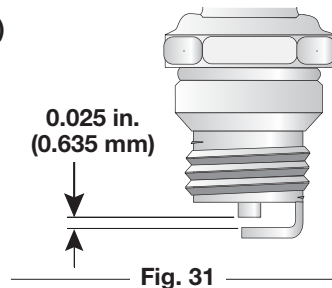

Fig. 31
4. Cambie las bujías que estén rajadas, sucias o deterioradas. Fije la separación de aire a 0,635 mm (0,025 pulgadas) utilizando un calibrador (Fig. 31).